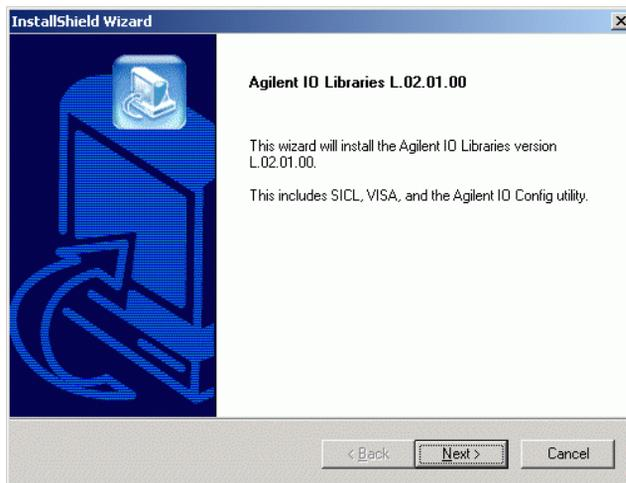

Figure 6 Installation du pilote GPIB
- 1 A l'aide de l'explorateur Windows, cherchez et lancez l'utilitaire 'Iolibs. exe' qui se trouve dans le répertoire \GPIB de votre CD-ROM ChemStation. Suivez les instructions de l'Assistant d'installation (cf. Figure 6). Cette procédure installe sur votre ordinateur la bibliothèque standard de contrôle d'interface (Standard Interface Control Library - SICL), met à jour le registre et crée un groupe de programmes appelé “Agilent I/O Libraries”.